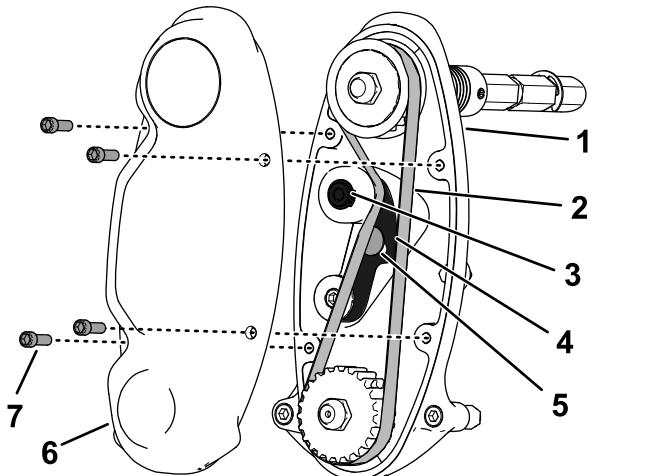

Figura 15
3. Utilice una llave de torsión de aguja para aplicar una fuerza de 6-7 N·m al tornillo interno del brazo tensor superior (Figura 15).